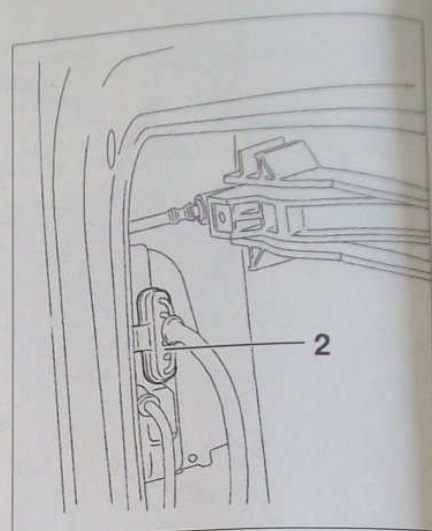

FIG.37
- Débrancher le connecteur (2) du moteur de verrouillage (Fig.37).